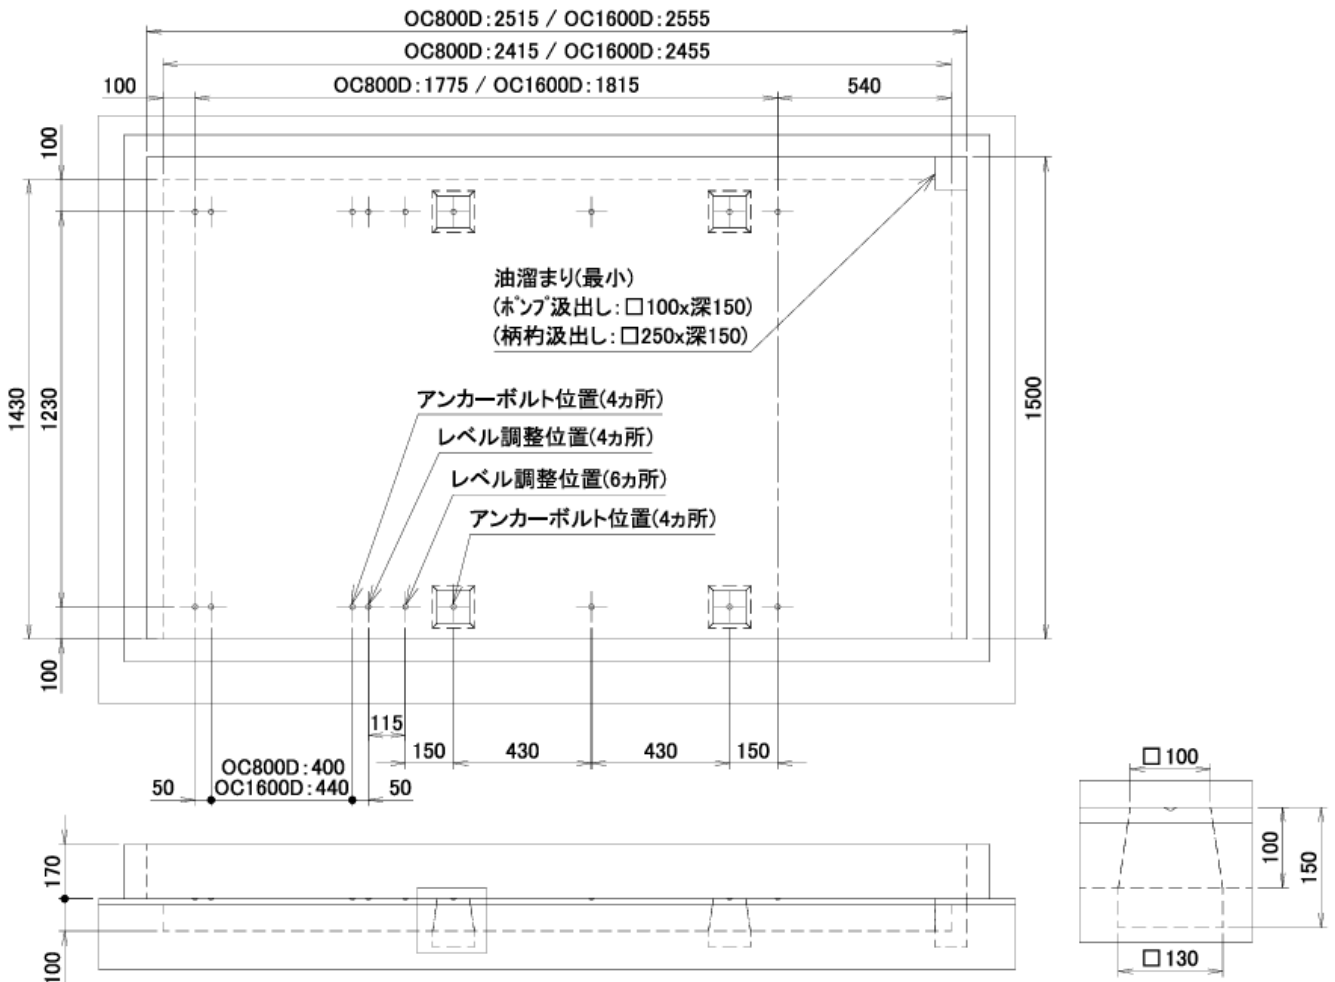

図 4-3
4-3.一般的な基礎工事（図 4-3）
- 1) 機械の据付は、床荷重に耐えられるコンクリートの水平かつ凹凸の無い床に、図4-3の示す位置に、相対的に段差の無く、水平な4ヶ所のコンクリート基礎を施工してください。
- 2) コンクリート床自身が十分な強度、完全に平らでかつ水平、十分な厚みがあるならば図4-3に示す基礎工事を省くことができます。